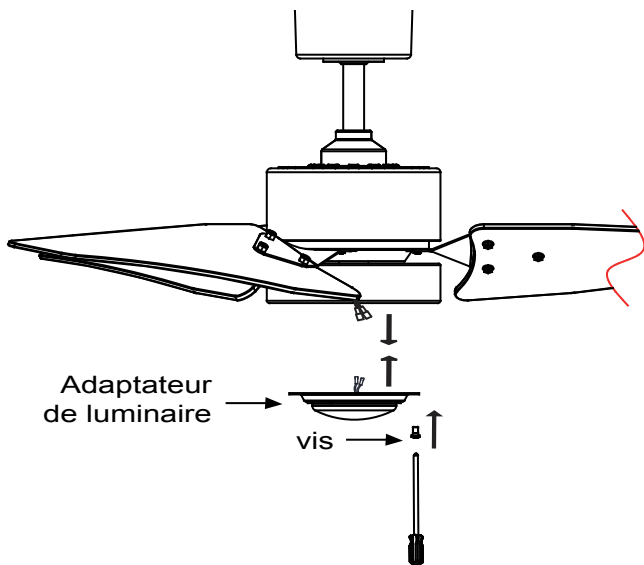

Fig. 20
**Étape 1.** Retirez une vis du bac du luminaire et desserrez mais ne retirez pas les deux autres vis. (Fig. 20)
**Étape 2.** Connectez le fil bleu sortant du dessous du moteur du ventilateur avec le fil noir sortant du dessus de l'adaptateur pour luminaire. (Fig. 20)
**Étape 3.** Connectez le fil blanc sortant du dessous du moteur du ventilateur avec le fil blanc sortant du dessus de l'adaptateur pour luminaire. (Fig. 20)
**Étape 4.** Poussez l'adaptateur pour luminaire vers le haut jusqu'au bac du luminaire de façon à ce que les deux têtes de vis desserrées tiennent dans les fentes en trou de serrure. Tournez l'adaptateur pour luminaire dans le sens des aiguilles d'une montre pour le fixer solidement. (Fig. 20)
**Étape 5.** Réinsérez la vis qui a été retirée à l'étape 1. (Fig. 20)